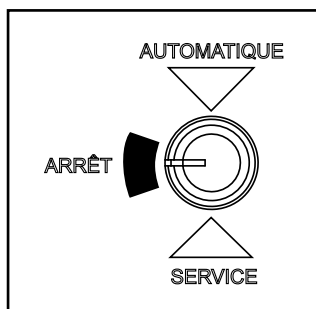

Figure 4.1
1. Un thermostat mural est nécessaire au bon fonctionnement de cette chaudière en mode «Automatique» (automatique). À ce moment, remplir la trémie de granulés, en vous assurant que le thermostat est réglé sur «OFF» (arrêt). Figure 4.1. Connectez le cordon d'alimentation à une prise murale proche convenablement mise à la terre.